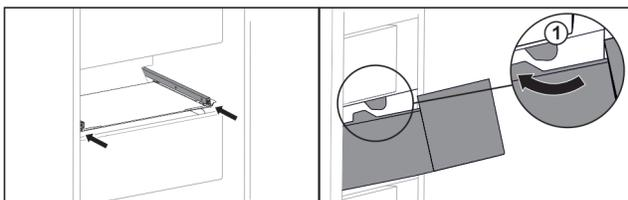

Fig. 113
- Guider le tiroir en contournant les butées Fig. 113 (1).